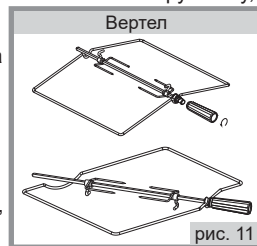

рис. 11
■ В зависимости от комфортности плиты могут комплектоваться вертелом различной конструкции со съемной рукояткой (рис. 11). При установке и извлечении использовать рукоятку, которая накручивается на резьбовую втулку.